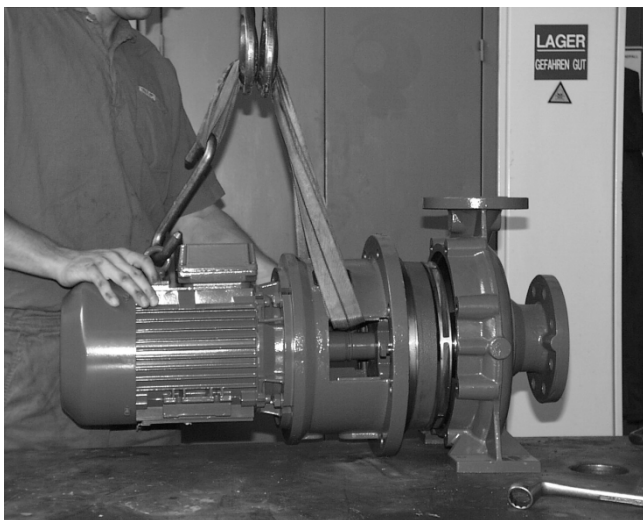

Bild 9
- Stützfuß (183) Verschraubung am Fundament lösen (nicht bei allen Baugrößen vorhanden).
- Laufeinheit an Hebezeug hängen, so dass beim Ausbau die Laufeinheit weder nach unten sackt, noch nach oben im Spiralgehäuse drückt. Befestigungsbeispiel siehe Bild 9.